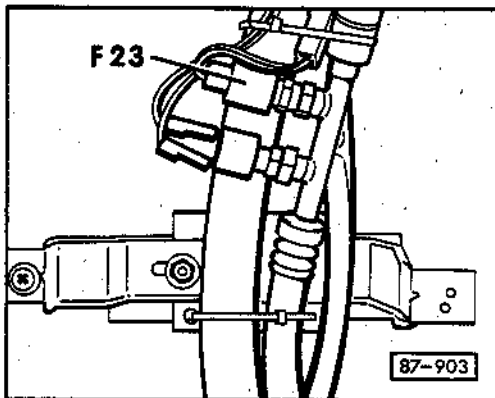

Abb. 6 Hochdruckschalter – F 23
- Hinweis zur Montage – Abb. 6
- Funktion – Abb. 6